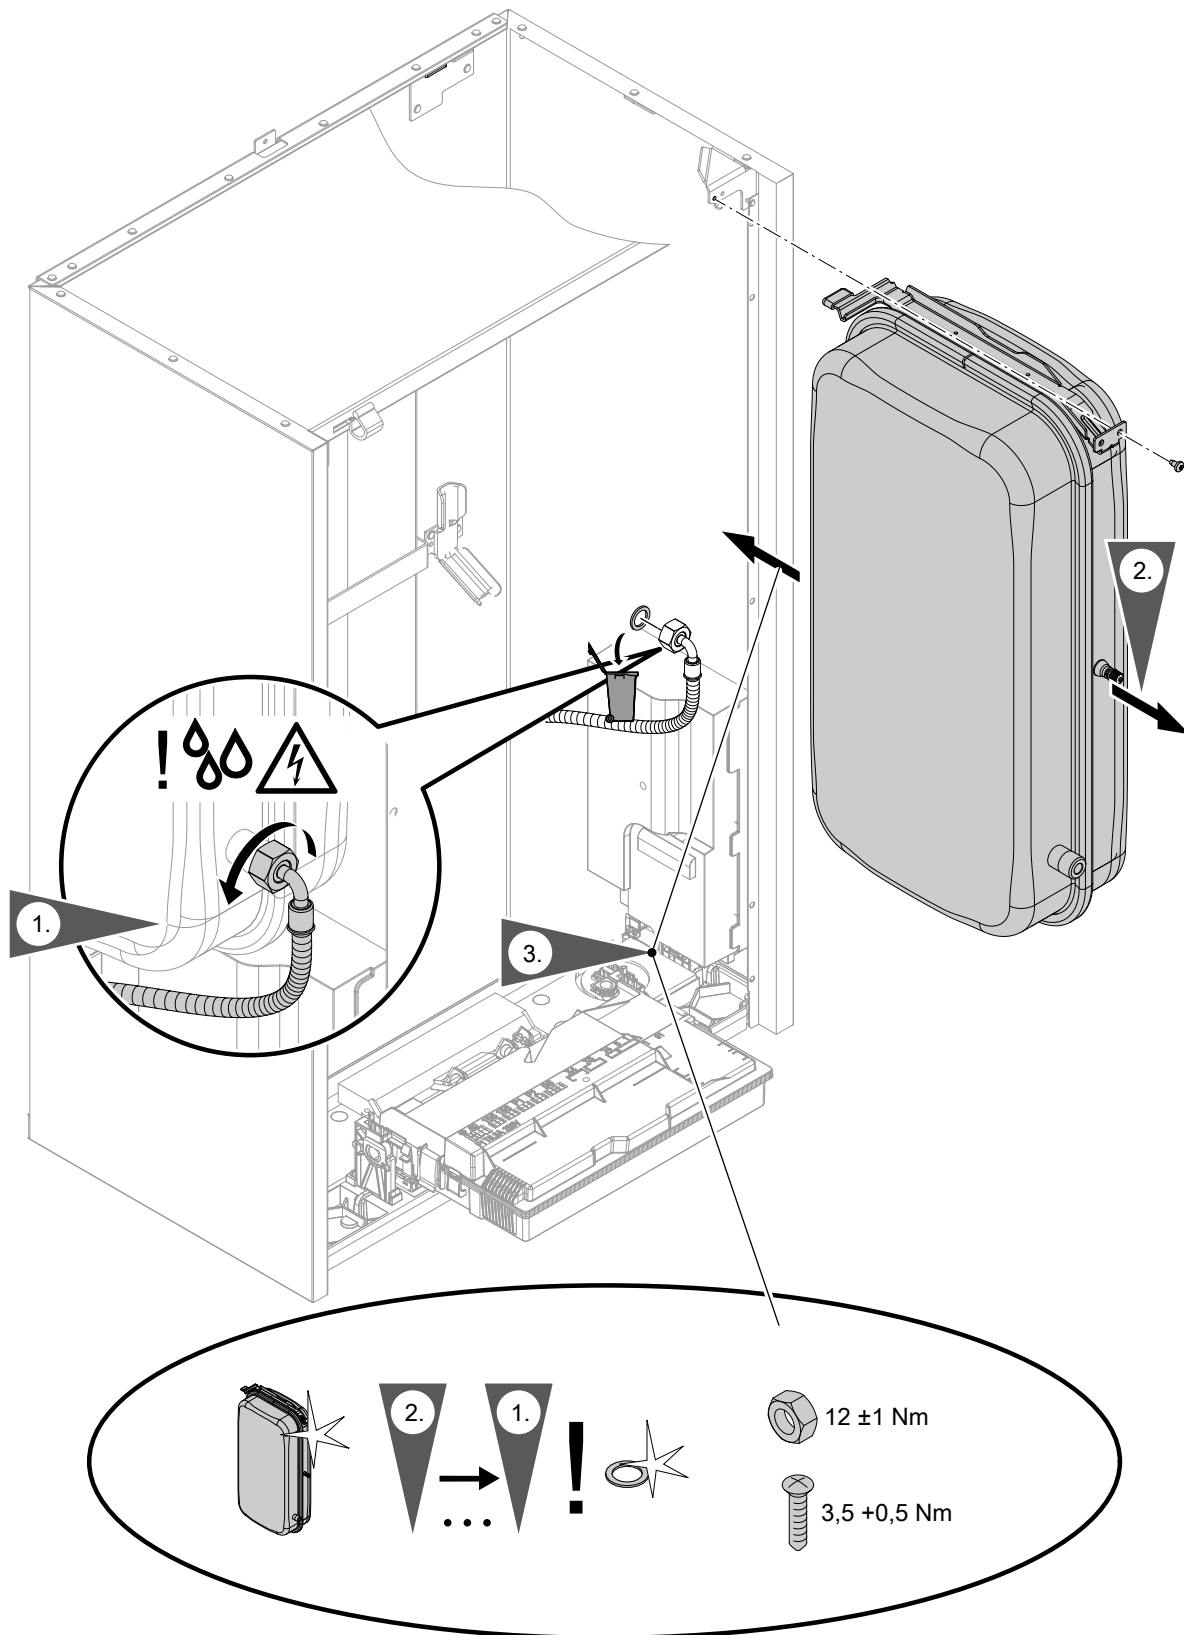
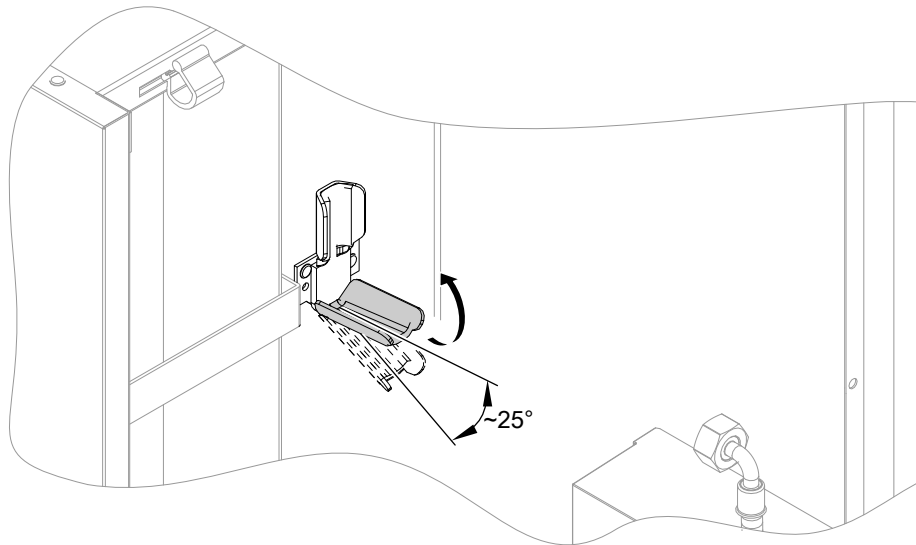

Abb. 107
Abb. 108
- Ausdehnungsgefäß: Siehe Abb. 107 und ggf. Abb. 108.